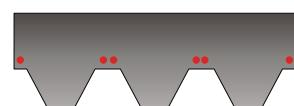

Fig. 6
- Pentru pante mai mari de 160% (60 grade) fixarea plăcilor de face la 6 cuie pe placă conform Fig. 6